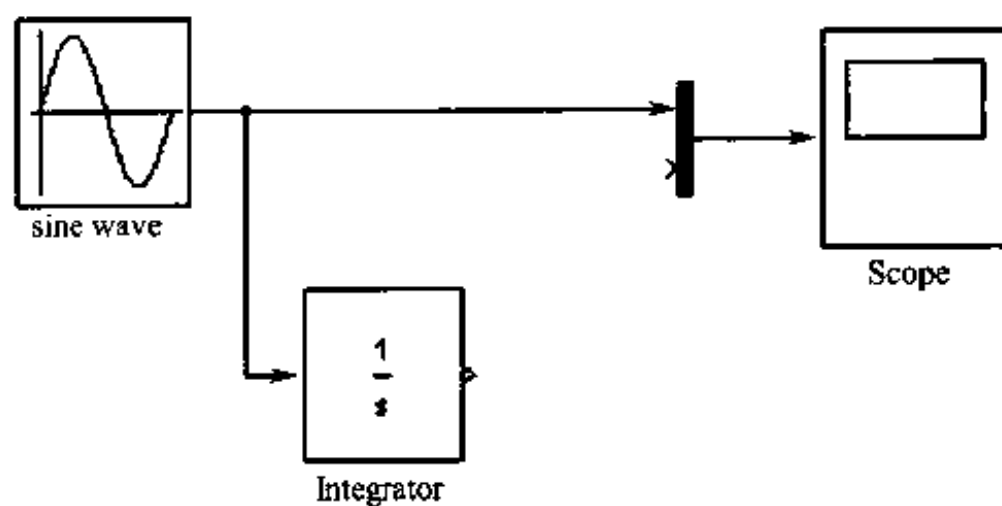

图 4-11 建立分枝连线示意图
① 首先,把鼠标定位在 Sine Wave 和 Mux 的连线上;
② 然后,按下 Ctrl 键并保持,同时按下鼠标左键,并拖动鼠标至 integrator 的输入端(拖动时不要松开 Ctrl 键),然后再松开左键和 Ctrl 键。图 4-11 描述了这个过程。